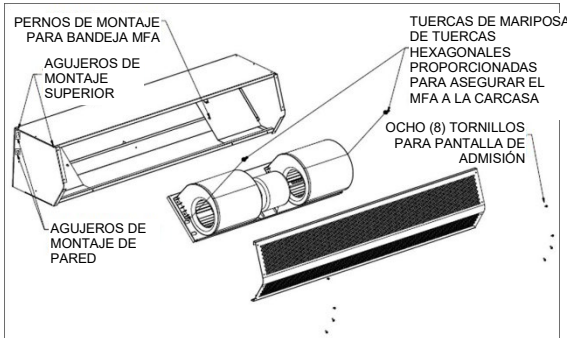

FIG. 2
1. Una vez que la carcasa esté instalada sobre la abertura, el ensamblaje del ventilador del motor (MFA) debe volver a colocarse y sujetarse de manera segura. Para productos con MFA enviados sueltos, se proporcionan tuercas de mariposa o tuercas hexagonales dentro de la unidad (FIG. 2). Para la instalación de MFA con calefacción, consulte la **Hoja de Suplemento de Productos con Calefacción**.
4. Los cables de alimentación o del motor y el motor girarán en la dirección opuesta. Asegúrese de que todos los motores estén girando en la misma y correcta dirección (FIG. 2)